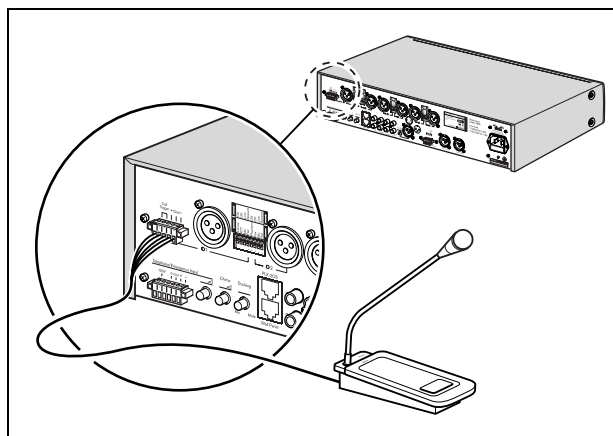

figura 4.4: Conector tipo europeu com contacto
- Conector tipo europeu com contacto. Consulte a figura 4.4.